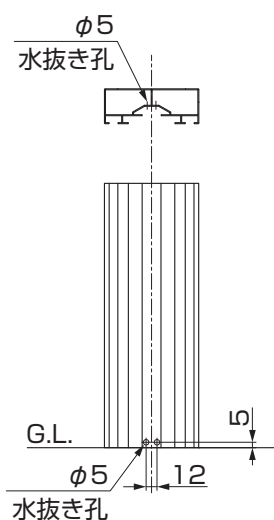

図2-3 水抜き孔の加工位置
- やむをえず水が抜けにくい場合には、G.L.面より5mm程度上部の柱内側にφ5の水抜き孔2箇所をあけてください。（図2-3参照）